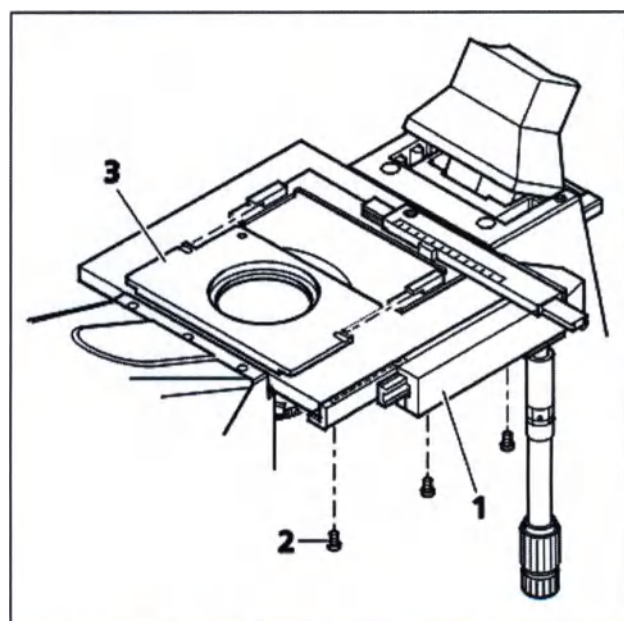

Рис. 29
- Установите направляющую объекта (рис. 29/1) на левую или правую сторону столика и закрепите ее снизу тремя винтами (рис. 29/2).
- Задвиньте вставку типа М спереди на направляющую объекта (рис. 29/3) под две пружины на направляющей до ее фиксации.